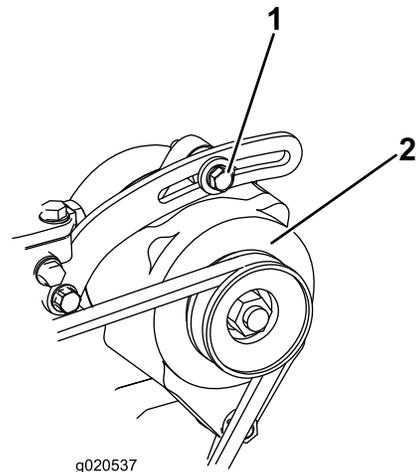

Figura 144
3. Controllate la tensione della cinghia dell'alternatore premendola (Figura 144) al centro tra le pulegge dell'alternatore e dell'albero a gomito con una forza di 10 kg.
4. Allentate il bullone che fissa l'alternatore al supporto e il bullone di rotazione dell'alternatore. (Figura 144)